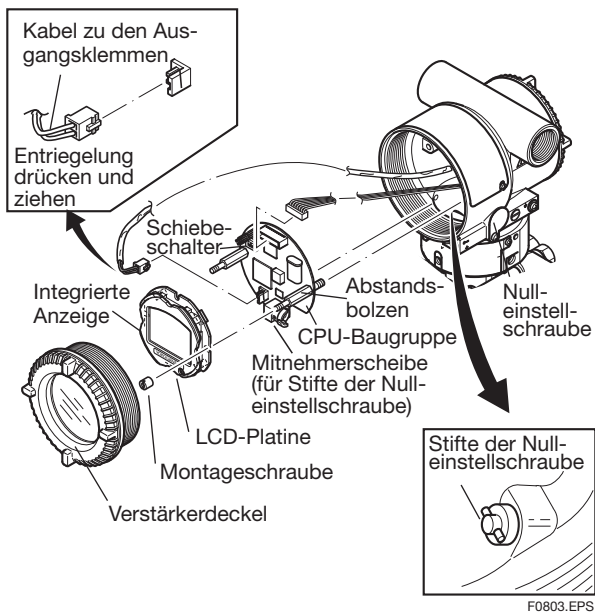

Abbildung 9.4 Aus- und Einbau von LCD- und CPU-Baugruppe (HART-Kommunikationstyp)
Dieser Abschnitt beschreibt das Verfahren zum Austausch der integrierten Anzeige (siehe Abbildung 9.4).
Dieser Abschnitt beschreibt das Verfahren zum Austausch der CPU-Baugruppe (siehe Abb. 9.4).
- 2) Drehen Sie die Nullpunkteinstellschraube in die in Bild 9.4 gezeigte Position (der Schraubenkopf muss waagrecht stehen).
- 3) Klemmen Sie das Ausgangskabel (das Kabel mit dem braunen Stecker) und das RTD-Kabel (das Kabel mit dem blauen Stecker) ab. Ziehen Sie hierbei leicht an der seitlichen Lasche des Verbinders der CPU-Baugruppe und lösen Sie die Steckverbindung durch Ziehen am Kabel (siehe Abbildung 9.4).